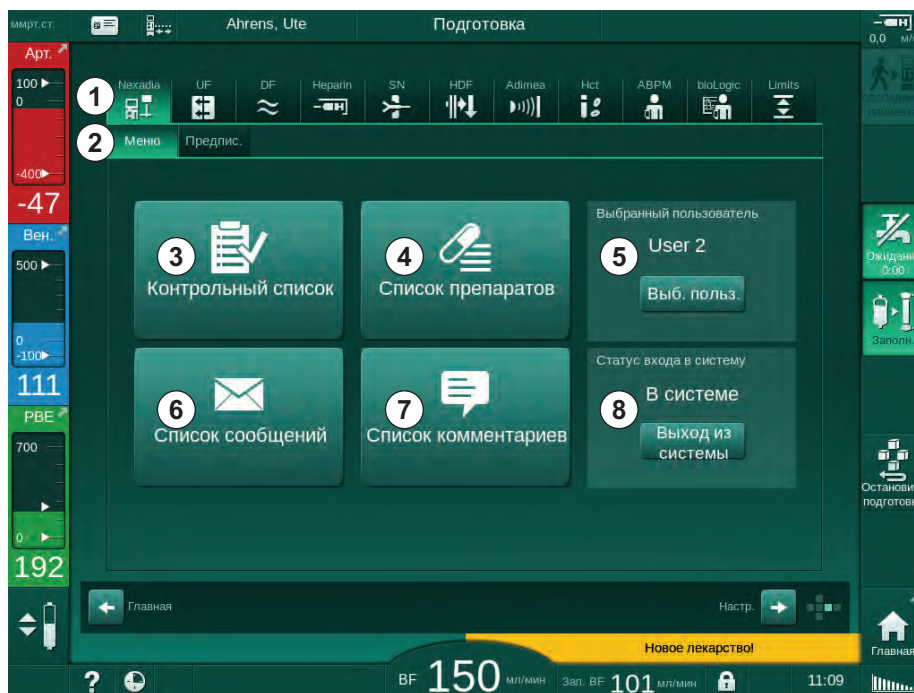

Рис. 11-36 Меню Nexadia на экране *Ввод*
При использовании Nexadia аппарат может отправлять информацию на сервер данных (например, сообщения, комментарии и списки) и/или получать ее от него. Также здесь находится выбор пользователя. Эти функции обрабатываются в меню Nexadia. Это меню открывается при касании значка *Nexadia* (Рис. 11-36, ①) и нажатии кнопки *Меню* ② на экране *Ввод*.
1. Нажмите на *Выбрать пользователя* в меню Nexadia (Рис. 11-36 Меню Nexadia на экране Ввод (322), ⑤).
1. Нажмите на значок *Список комментариев* в меню Nexadia (Рис. 11-36 Меню Nexadia на экране Ввод (322), ⑦).
1. Нажмите на значок *Контрольный список* в меню Nexadia (Рис. 11-36 Меню Nexadia на экране Ввод (322), ③).
1. Нажмите на значок *Список препаратов* в меню Nexadia (Рис. 11-36 Меню Nexadia на экране Ввод (322), ④).
1. Нажмите на значок *Список сообщений* в меню Nexadia (Рис. 11-36 Меню Nexadia на экране Ввод (322), ©).